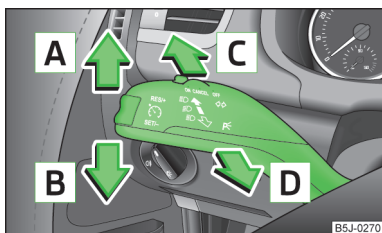

Abb. 23
- › Den Hebel zum Einschalten des Fernlichts nach vorn drücken » Abb. 23 auf Seite 41.
- › Den Hebel zum Lenkrad ziehen » Abb. 23 auf Seite 41 und gleichzeitig nach unten schieben und in dieser Stellung halten.
- › Den Hebel zum Lenkrad ziehen » Abb. 23 auf Seite 41 und gleichzeitig nach oben schieben und in dieser Stellung halten.
- Den Hebel » Abb. 23 nach oben **A** bzw. nach unten **B** drücken.
- Den Hebel » Abb. 23 nach vorn in Pfeilrichtung **C** drücken.
- Den Hebel » Abb. 23 zum Lenkrad (gefederte Stellung) in Pfeilrichtung **D** ziehen - das Fernlicht und die Kontrollleuchte im Kombi-Instrument leuchten auf.
- › Den Hebel » Abb. 23 auf Seite 41 nach oben bzw. nach unten drücken - das Standlicht auf der rechten bzw. linken Fahrzeugseite wird eingeschaltet.